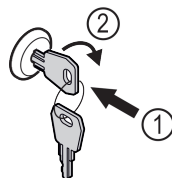

Fig. 169
- ▶ Introducir la llave. Fig. 169 (1)
- ▶ Girar la llave 90° en sentido horario. Fig. 169 (2)